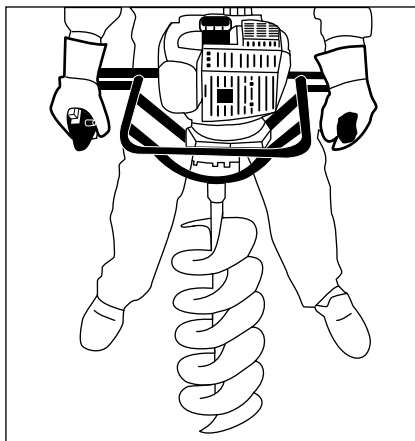

Рис. 7
2. Примите устойчивую позу, расставив ноги на удалении от шнека (рис. 7).